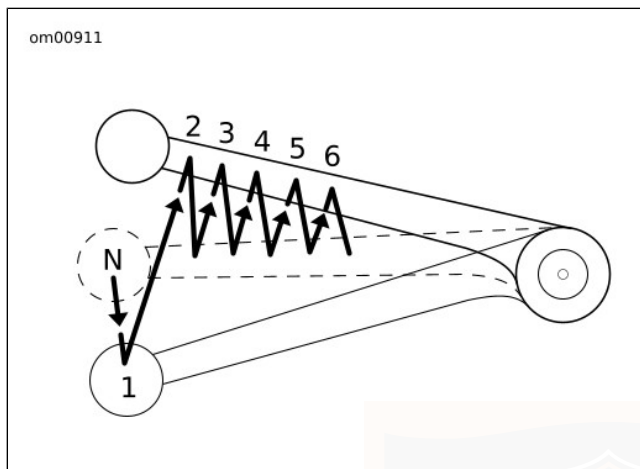

Figure 43. Séquence de changement de vitesse : Passage en vitesse supérieure
- Voir Figure 43. Relever à fond le levier de sélection de vitesses et relâcher.